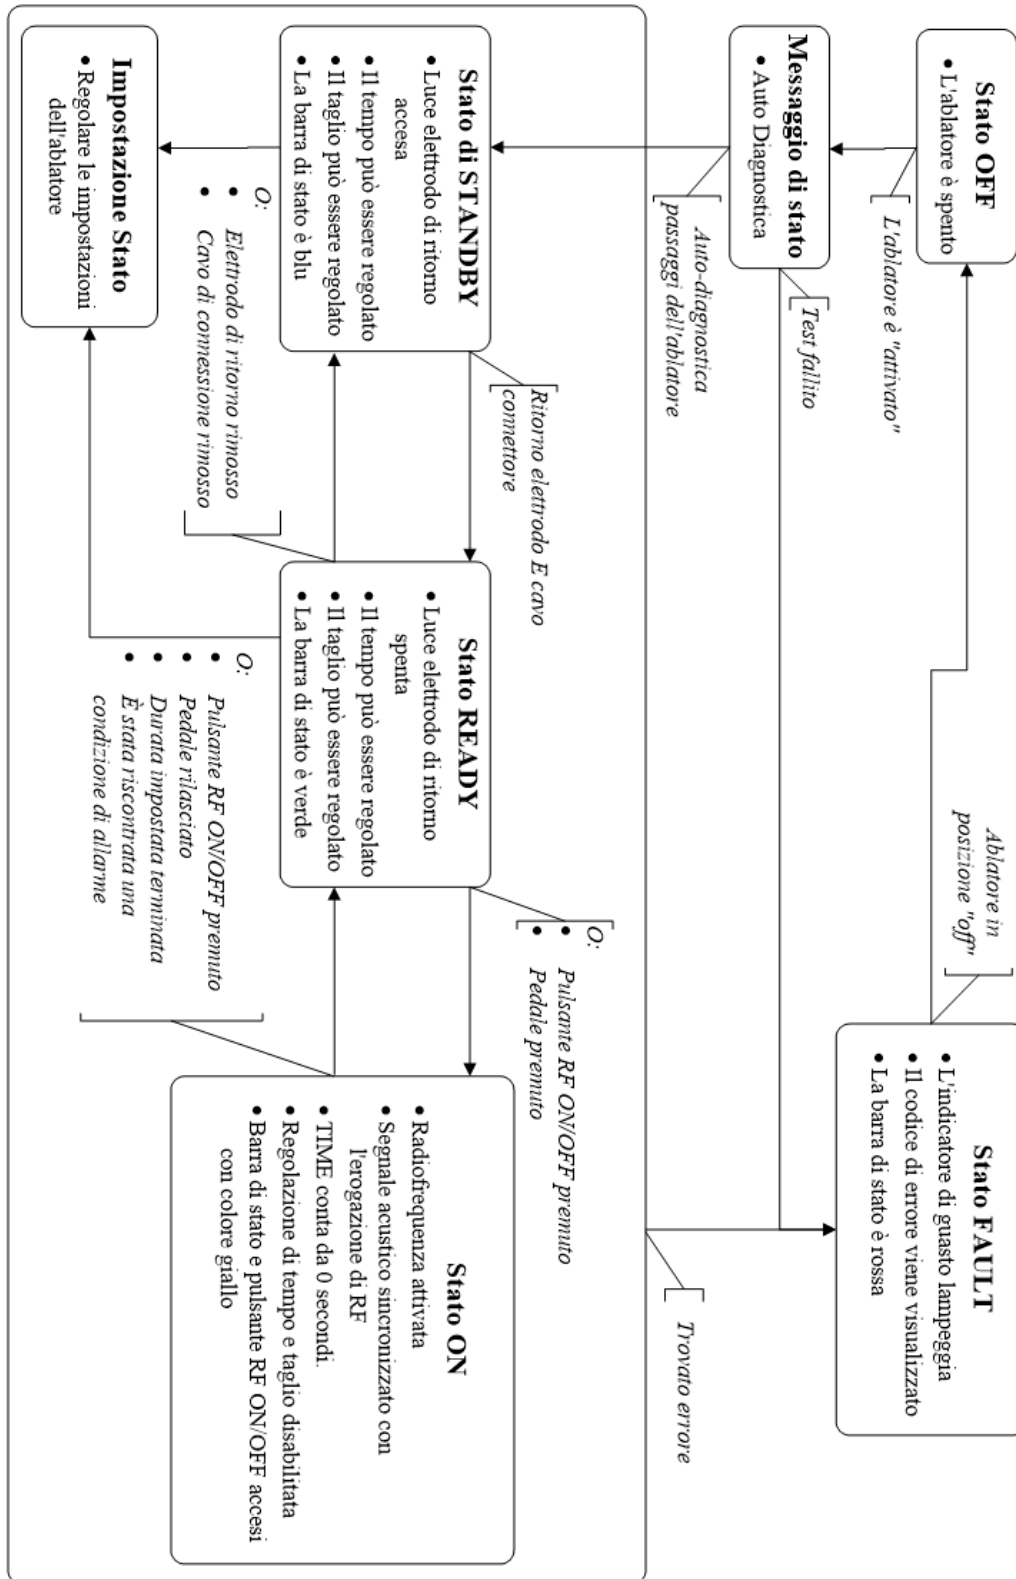

Figura 5-3 – Diagramma di flusso stati dell'ablatores
- (1) **Indicatore di alimentazione CA:** Il LED verde si accende quando l'ablatore è acceso.
- (2) **Indicatore di GUASTO:** Il LED rosso si accende e lampeggia quando si verifica un ERRORE del sistema. Gli errori del sistema comprendono: guasti autodiagnostici, errori della protezione hardware, errori di misurazione e guasti del software. Per ripristinare l'errore del sistema, disattivare e riattivare l'alimentazione di rete. Consultare le istruzioni per l'uso.
- (3) **Sensore di luce ambiente:** Il sensore rileva il livello di luce ambientale. La luminosità dello schermo viene regolata automaticamente in base al livello di luce ambientale (maggiore (HIGH) in una sala luminosa e minore (LOW) in una stanza poco illuminata).
- (4) **Indicatore di guasto dell'elettrodo di ritorno:** Quando un elettrodo di ritorno NON è collegato all'ablatore O quando l'impedenza misurata su un elettrodo di ritorno di monitoraggio (doppio foglio) è superiore a 150 ohm, la spia rossa si accende per indicare lo scarso contatto con il paziente. Nota: utilizzare solo elettrodi di ritorno che soddisfano o superano i requisiti IEC 60601-2-2:2017.
- (5) **Barra di stato STATE:** Questa finestra visualizza lo stato corrente dell'ablatore. I vari stati dell'ablatore e la loro relazione sono riportati nella Figura 5-3 – Diagramma di flusso stati dell'ablatore.
- (6) **Finestra di impostazione TIME:** Questa finestra visualizza la durata desiderata per l'uscita della radiofrequenza (in secondi). La finestra visualizza anche le funzioni per i tasti utilizzati per regolare l'impostazione TIME.
- (7) **Tasti funzione della colonna a sinistra:** Questi tasti consentono la regolazione dei parametri. La relativa funzione, se presente, è visualizzata sullo schermo a destra del tasto. Ad esempio, le frecce su ▲ e giù ▼ vengono visualizzate quando è necessario usare i tasti per aumentare o diminuire l'impostazione.
- (8) **Finestra di impostazione CUT:** Questa finestra visualizza la modalità di ablazione desiderata. Le modalità CUT dipendono dai dispositivi RF e sono descritte nella Sezione 0. Consultare le istruzioni per l'uso del dispositivo RF BMC per conoscere le impostazioni adeguate. La finestra visualizza anche la funzione per i tasti utilizzati per regolare l'impostazione CUT.
- (9) **Tasti funzione della colonna di destra:** Questi tasti consentono la regolazione dei parametri. La relativa funzione, se presente, è visualizzata sullo schermo a sinistra del tasto. Ad esempio, le frecce su ▲ e giù ▼ vengono visualizzate quando è necessario usare i tasti per aumentare o diminuire l'impostazione.
- (10) **Tasti funzione della fila in basso:** Questi tasti hanno funzioni diverse. La funzione di ogni tasto è visualizzata sullo schermo, sopra il tasto funzione quando applicabile.
- (11) **Finestra messaggio:** Questa finestra visualizza messaggi funzionali e di informazione, quando necessario.
- (12) **Collegamento elettrodo di ritorno:** La connessione è isolata dal paziente ed è presente per il fissaggio di un elettrodo dispersivo (ritorno) omologato. **Utilizzare solo elettrodi dispersivi che soddisfano o superano i requisiti IEC 60601-2-2:2017.** Potranno essere usati elettrodi di non-monitoraggio (foglio singolo) o di monitoraggio (doppio foglio).
- (13) **Collegamento del cavo di connessione:** La connessione paziente è isolata e viene usata per il fissaggio del cavo-connettore RFP-100A. Per selezionare il modello corretto di cavo di connessione fare riferimento alle istruzioni per l'uso del dispositivo RF BMC.
- (14) **Pulsante e indicatore RF ON / OFF:** Premendo e rilasciando il pulsante, si avvia l'erogazione di energia RF quando l'ablatore è in stato READY. Il pulsante interrompe l'erogazione di energia RF quando l'ablatore è in stato ON. L'indicatore del pulsante si illumina di giallo quando l'ablatore è in stato ON.
- (15) **Porta USB (laterale):** Collegando una chiavetta USB, viene eseguito il download delle ultime venti (20) erogazioni di energia. Se lasciato collegato, i dati delle successive erogazioni di RF vengono scaricati per ciascun trattamento.